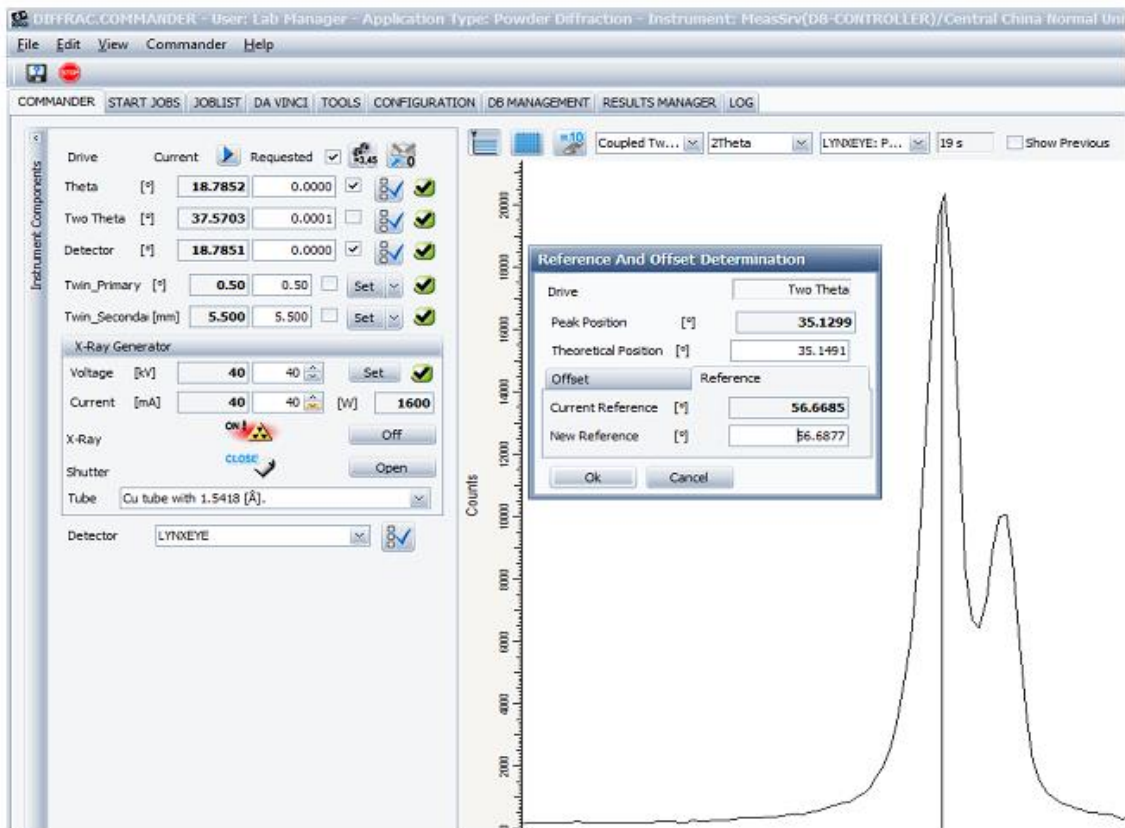

图 3-4
3.2.5 取下玻璃狭缝，换上刚玉标样，取下 Cu 吸收片，探测器改成 1 维模式，选择 coupled Twotheta/theta 扫描，扫描范围 34.5-36.0，0.01 度/步，0.1 秒/步，点击 Start，测完后打开 commander 目录下的 reference and offset determination，选择 reference，将理论位置（theoretical position）设置在 35.147，点击 OK 重置探测器臂的参考位置，（图 3-4）。